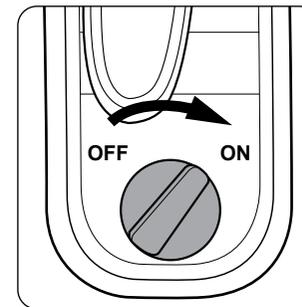

рис. 21
Поверните рычаг топливного крана (18) в положение «ON» («открыто»). (рис. 21)